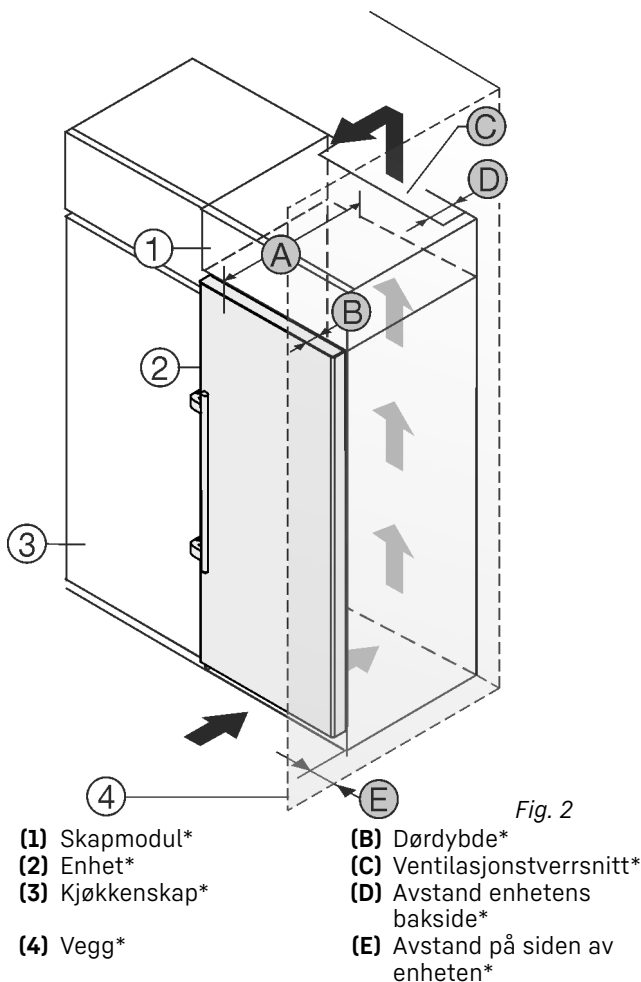

Fig. 2
Plasser enheten rett ved siden av kjøkkenskapet Fig. 2 (3).\*
På baksiden av skapmodulen over enheten må det installeres en ventilasjonskanal med dybden Fig. 2 (D) over hele skapmodulens bredde.\*
Ventilasjonstverrsnittet Fig. 2 (C) under taket i rommet må overholdes.\*
Hvis enheten plasseres med hengslene mot en vegg Fig. 2 (4), må avstanden mellom enheten og veggen være minst 57 mm. Dette tilsvarer hvor mye håndtaket stikker ut når døren er åpen.\*
For å kunne åpne døren helt må enheten rage dørdybden Fig. 2 (B) lenger ut enn fronten på kjøkkenskapene. Avhengig av kjøkkenskapenes Fig. 2 (3) dybde og bruk av veggavstandsstykker kan enheten rage enda lenger ut.\*